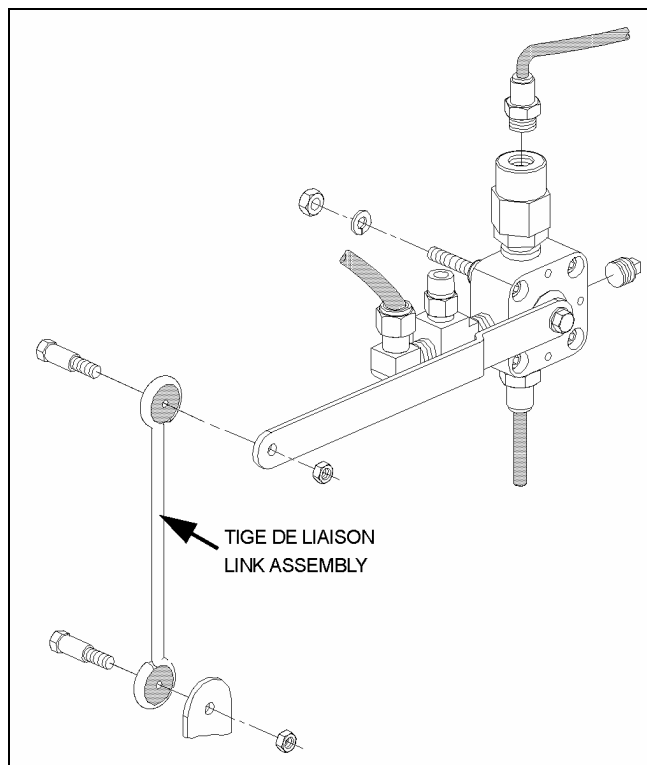

FIGURE 1
2. Évacuer l'air des ressorts pneumatique du cadre support du pont arrière. Pour ce faire, détacher les tiges de liaison des valves d'ajustement de hauteur (voir figure 1). Abaisser les leviers des valves afin de purger l'air des ressorts pneumatique.